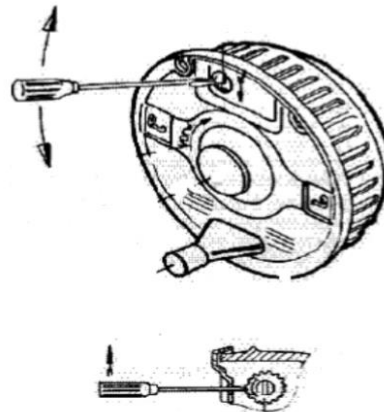

Рис.5.4
- 6) Викруткою повертати регулювальну гайку – (напрямок обертання вперед вказано стрілкою) до допустимих люфтів тросу. Виконати на обох для обох гальмівних механізмів (рис. 5.4)